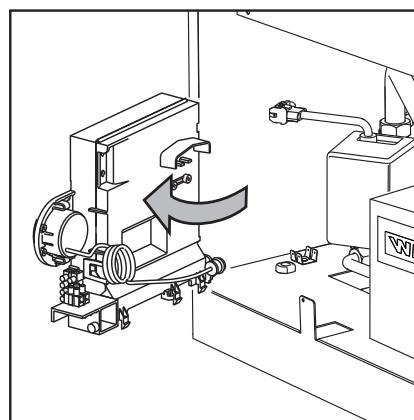

fig. 22
- Svitare le viti e ruotare il pannello comandi (vedi fig. 22).